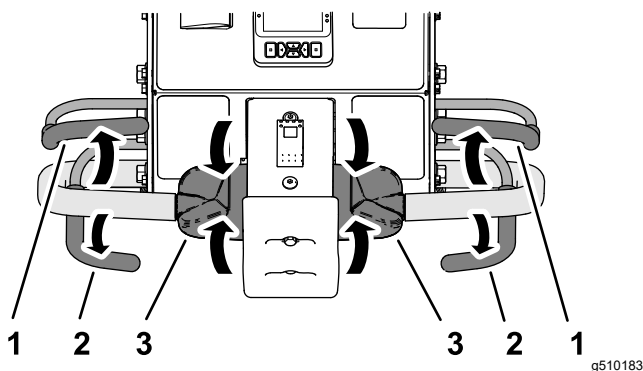

図 79
1. エアレーション中の場合はエアレーションベイル 図 79 から手を放してコアリングヘッドを上昇させる コアリングヘッドを上昇させるには (ページ 45) を参照。